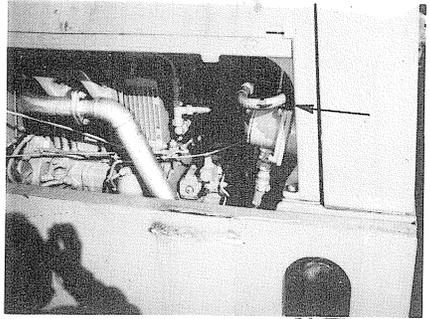

Bild 15
- (1) Hochdruckschlauch an der Schnellkupplung trennen (Bild 15/Pfeil).